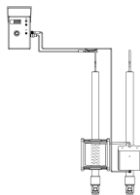

Figura 9 - Teste de continuidade
- Conecte o cabo monopolar no borne do instrumento aferidor e faça contato com os eletrodos dos dois bastões (ver figura 9);